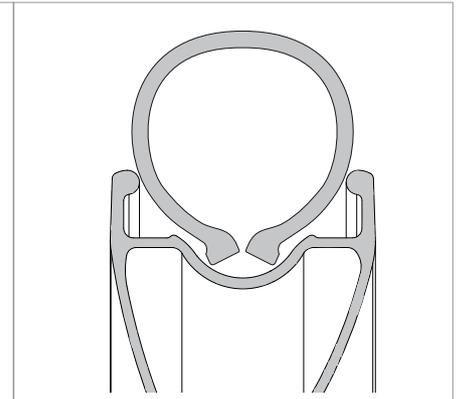

Fig.14
- Monte el segundo talón del neumático comenzando por el lado opuesto de la válvula (Fig.14).